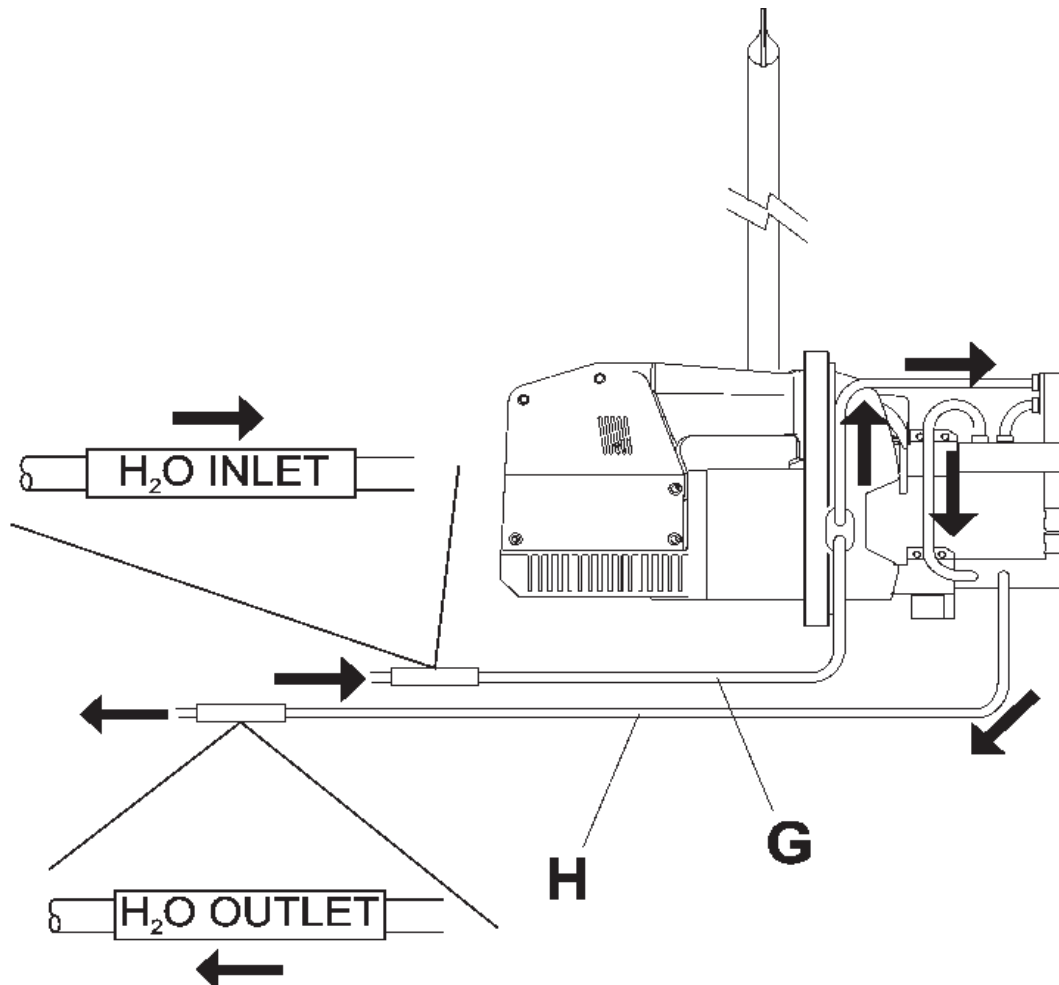

Fig. 1
Para tener una correcta refrigeración de la pinza son necesarios 150/h de agua a no más de 30 °C. Al realizar la conexión tener cuidado que los tubos estén limpios y no tengan trozos del embalaje, y conectar la alimentación al tubo de entrada H2O INLET (G) con el fin de que el agua fría alcance primero los puntos de la máquina que están sujetos a un mayor calentamiento. El agua tibia refrigerada por la puntatriz sale del tubo de descarga H2O OUTLET (H). Los tubos de entrada y salida agua tienen sus etiquetas (Fig.1).